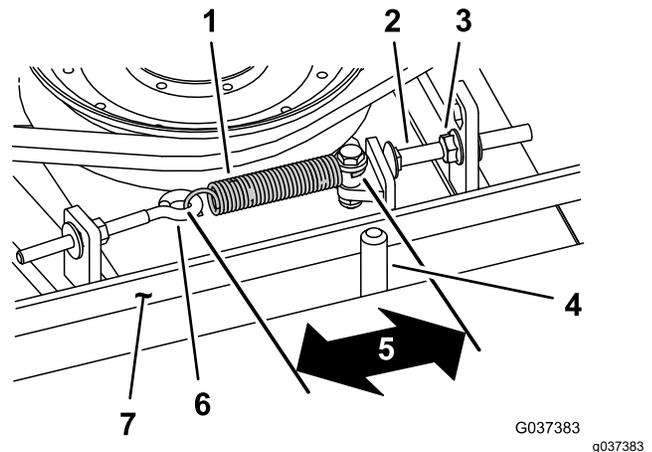

Figura 115
Cuando está correctamente tensado, la longitud en el interior del muelle de extensión (entre ganchos) debe ser de 8.3-9.5 cm ($3\frac{1}{4}$ "- $3\frac{3}{4}$ ") aproximadamente. Una vez que haya obtenido la tensión correcta del muelle, ajuste el perno de tope (perno de cuello cuadrado) hasta que quede aproximadamente 2-5 mm (0.065"-0.185") de holgura entre la cabeza del perno y el brazo tensor (Figura 115).
Nota: Asegúrese de que la correa está colocada en el lado del muelle de la guía de la correa (Figura 115).
2. Afloje el perno de ojal (Figura 115).
3. Afloje la tuerca con arandela prensada que fija el perno de tope a la pestaña de montaje, y aparte la polea tensora de la correa (Figura 115).
9. Conecte el muelle de extensión (Figura 115) al perno de ojal y tense la correa de la siguiente manera: